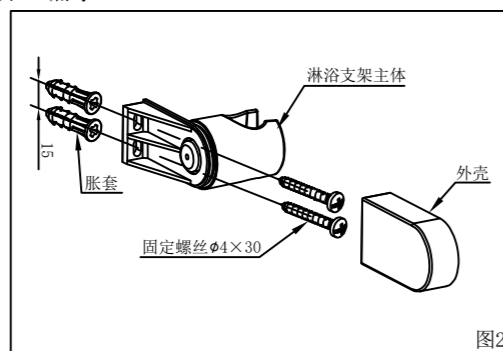

图2
③确认密封垫片是否在螺母内,将螺母与偏心接管连接,并用扳手拧紧。
3. 淋浴支架的安装,如图2所示